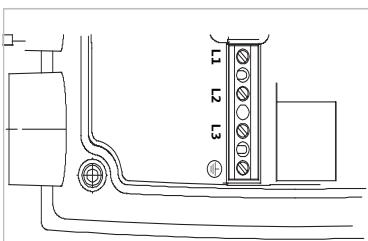

Fig. 24: Terminais de potência (terminais de ligação de rede)
- Terminais de potência (terminais de ligação de rede) (fig. 24)